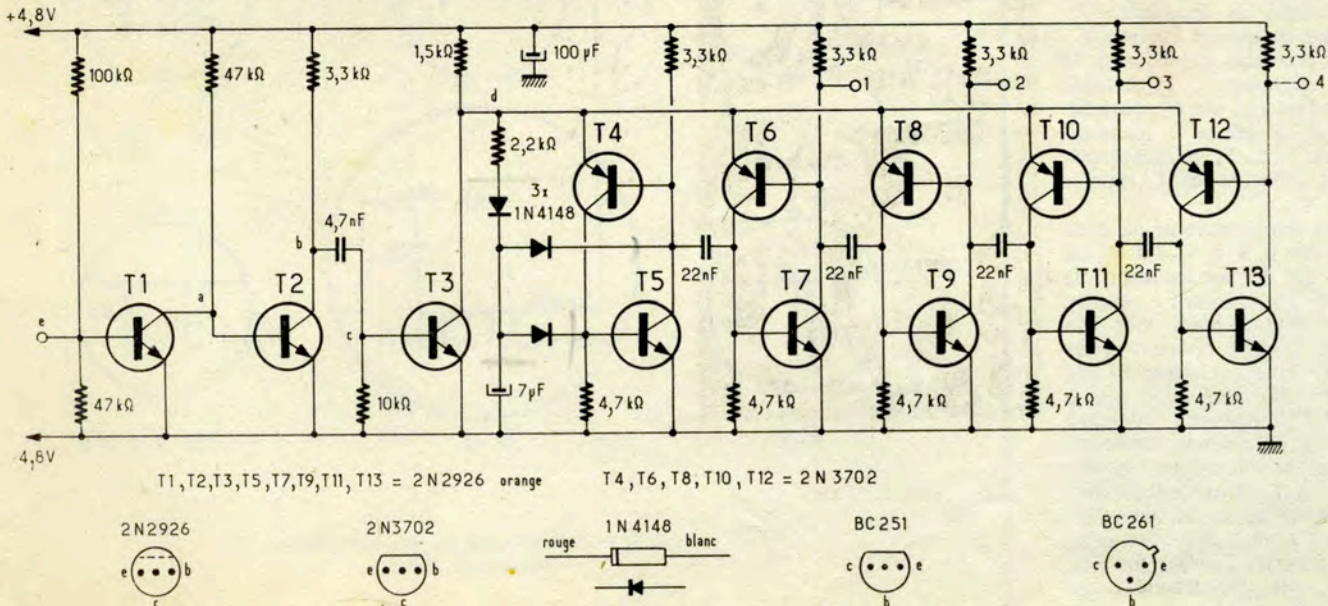

FIG. 15.
I. - ANALYSE DU SCHEMA. (Fig. 15)
Imaginons tout d'abord l'émetteur arrêté. Branchons le décodeur. Tous les étages T et T' sont bloqués et V_B ainsi que V_D de la figure 15 = +4,8 V. Le condensateur de $7 \mu F$ se charge donc progressivement par la 2 200 ohms à cette tension. Dès que la tension aux bornes du $7 \mu F$ est suffisante, les transistors T_4 et T_5 reçoivent, via les diodes, un courant suffisant pour passer en régime de conduction. Ils se débloquent donc et devenus conducteurs font passer le point d à 0,7 V environ. Le collecteur de T_5 tombe à 0 V. Cet état se maintient tant que rien n'arrive à l'entrée du décodeur.